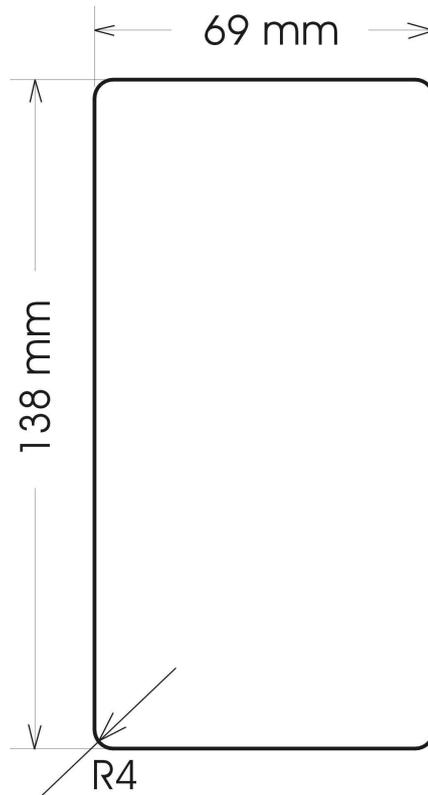

Рис.6
- Установить вторичный блок в щите. Разметка под установку вторичного блока приведена на Рис.6.